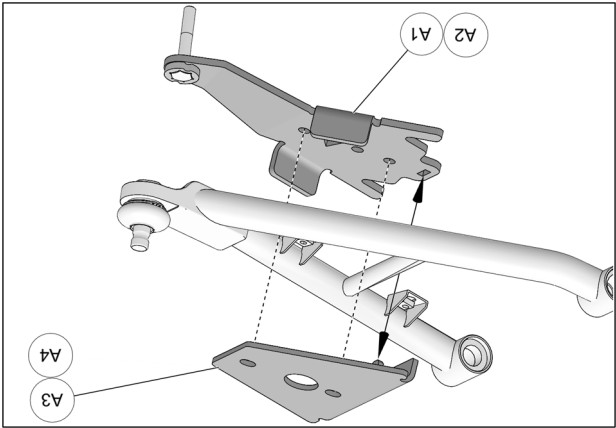

Fig. 16
5. Positionner la partie inférieure de l'ancrage anti-rotation (A1-A2) sous le bras de suspension inférieur. Positionner la partie supérieure (A3-A4) au-dessus du bras de suspension. Aligner les trous et insérer le tenon de la partie supérieure dans l'ouverture de la partie inférieure. Voir la Fig. 16